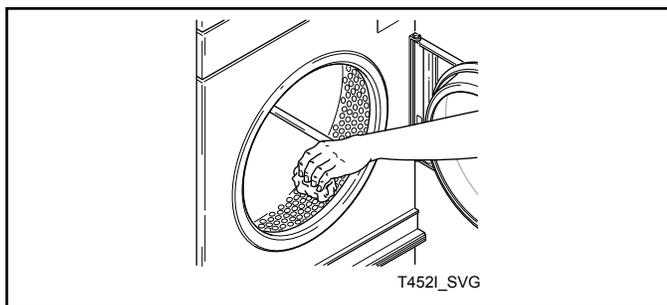

Рис. 6
10. Протрите барабан с помощью универсального моющего средства или воды с моющим средством. См. Рис. 6.